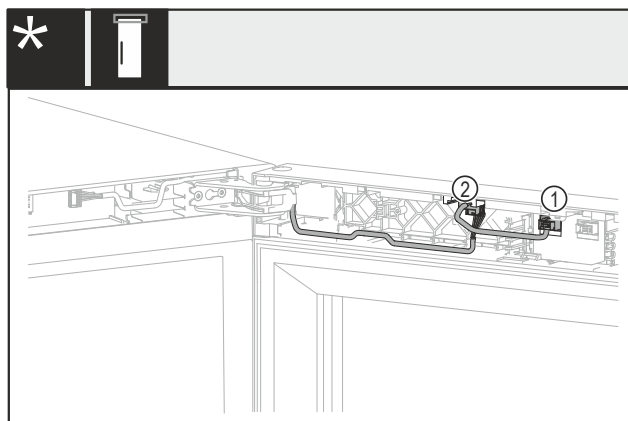

Fig. 17 Sin candado o con candado mecánico*
- Extraiga el conector macho Fig. 17 (1).*
- Extraiga el conector macho Fig. 17 (2).*